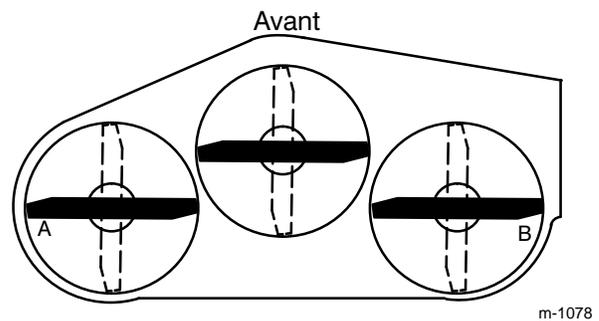
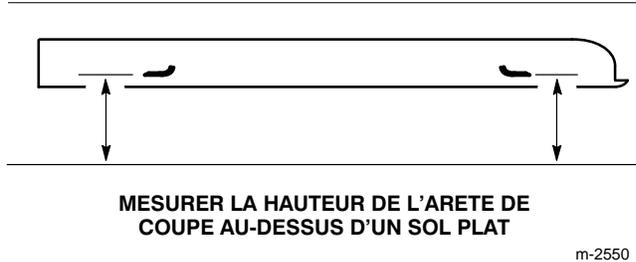

Figure 16
Figure 17
2. Placer les lames dans le sens transversal (Fig. 16). Mesurer en "A" et en "B" (Fig. 16) la hauteur de l'arête de coupe au-dessus du sol plat (Fig. 17).